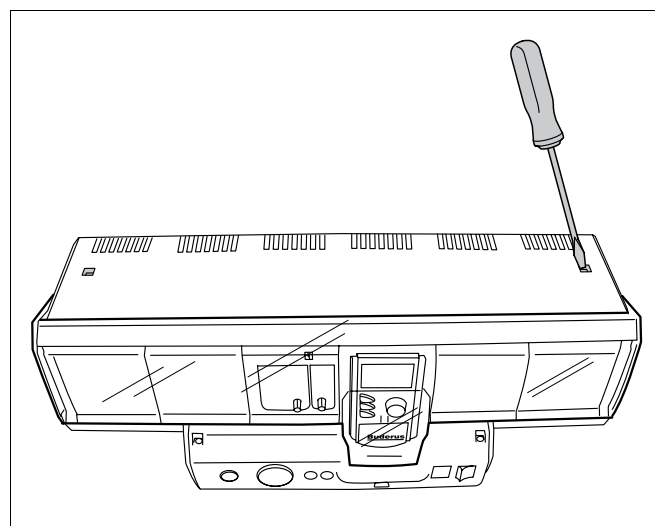
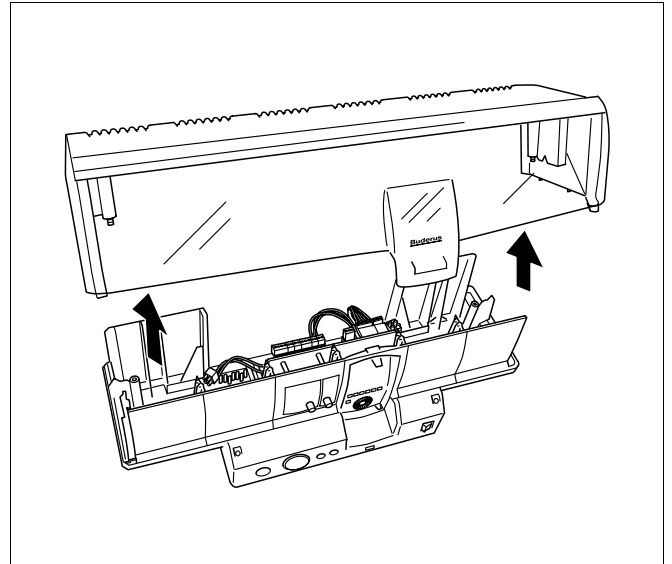

Fig. 2 Coperchio dell'apparecchio di regolazione, allentare le viti
Fig. 9 Aprire il coperchio dell'apparecchio
- Allentare e rimuovere il coperchio dell'apparecchio di regolazione (fig. 2).
- Aprire il coperchio dell'apparecchio (fig. 2 e fig. 9).